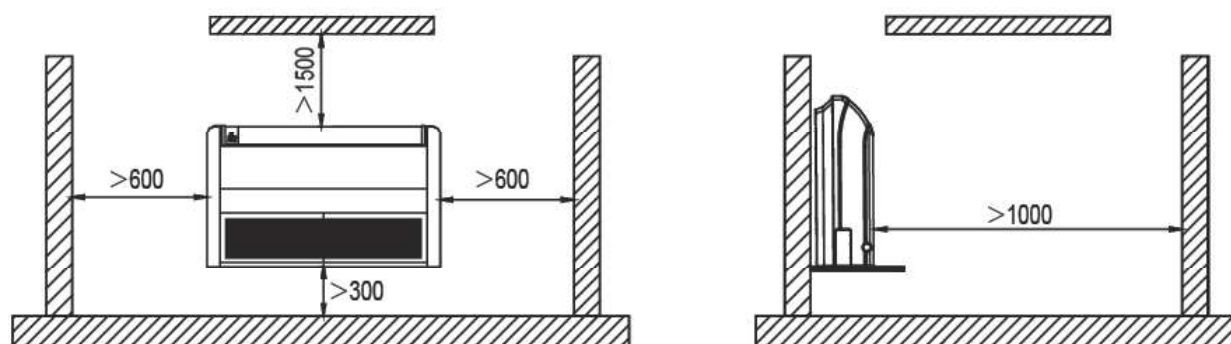

Рис. 11.16
11.5.3. На рис. 11.16 указаны минимальные допустимые расстояния от напольно-потолочного блока до ограждающих конструкций при напольной установке.